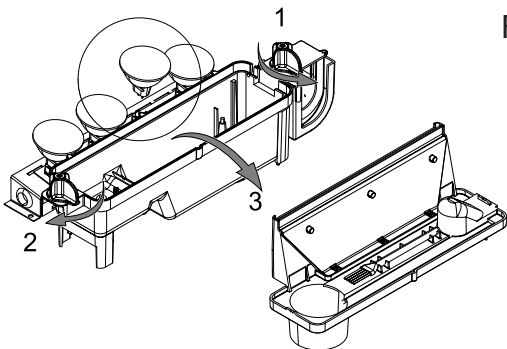

Fig.4
2. Dovrebbe essere possibile vedere le lampadine con l'ugello (vedere Fig. 4) in posizione e osservare quella che deve essere sostituita.
6. Rimuovere la lampadina guasta sollevandola delicatamente verso l'alto sganciando i perni dal portalampada (vedere Fig. 4 e 4a). Sostituire con una lampadina colorata OPTIMYST, 12 V, 50 W, base Gu 5,3, angolo del raggio 8°. (acquistare le lampadine sostitutive su [www.dimplex.co.uk](http://www.dimplex.co.uk) alla sezione "After Sales Service" dove sono contenuti i dettagli sull'acquisto delle lampadine).
7. Inserire delicatamente i due perni della nuova lampadina nei due fori del portalampada. Spingere saldamente in posizione (vedere Fig. 4 e 4a).
7. Sbloccare le alette di bloccaggio della vasca di raccolta sulla sinistra eseguendo una rotazione a 90°, quindi aprire l'ugello sollevandolo (vedere Fig. 4).